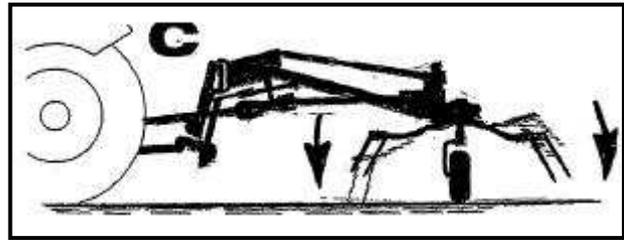

Abbildung 15
4. Nun Pos. C wählen. Rotorzettwender neigt sich nach vorn (Abb. 15, C).